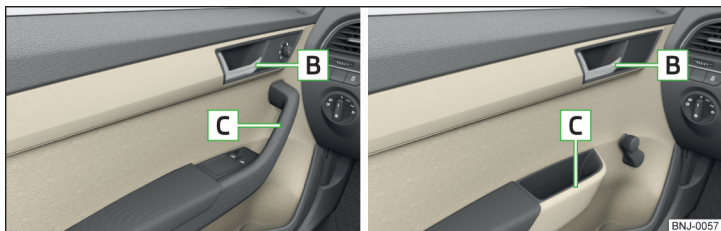

Abb. 34 Türöffnungshebel - Variante 1 / Variante 2
- Zum **Öffnen von innen** am Türöffnungshebel **B** » Abb. 34 ziehen und die Tür von sich weg drücken.